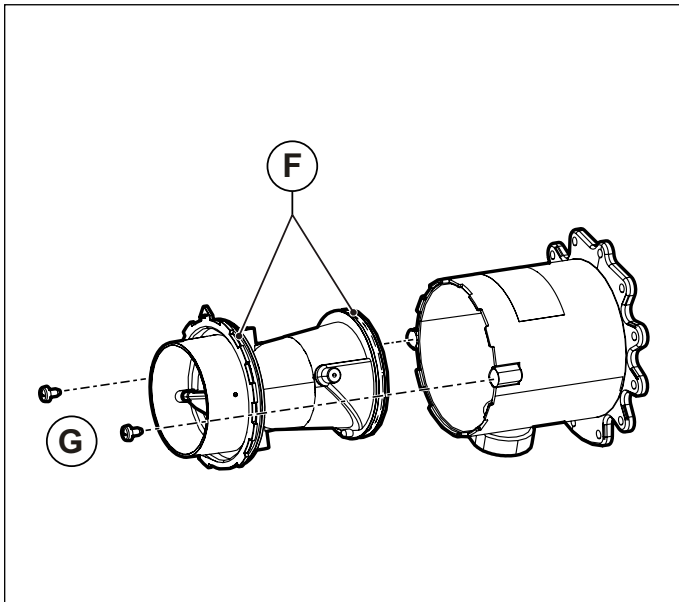
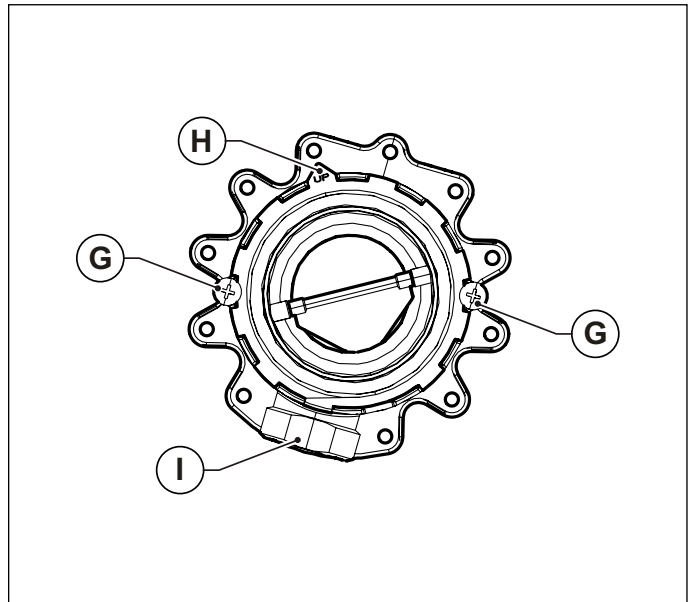

Fig. 39 Cuerpo de plástico del mezclador
Fig. 40 Orientación de montaje
- Extraer el cuerpo de plástico del mezclador desatornillando los dos tornillos de fijación **G** (ver Fig. 39 Cuerpo de plástico del mezclador).
- Atornillar el cuerpo de plástico en el mezclador con los tornillos de fijación **G**, prestando atención a no dañar las juntas tóricas **F** y respetando la orientación de montaje (ver Fig. 39 Cuerpo de plástico del mezclador y Fig. 40 Orientación de montaje).